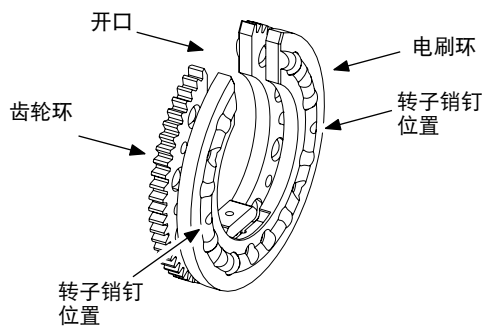

图 39 把转子放在工作台面上
2. 把转子放在清洁干燥的台面上, 转子开口朝上。把齿轮环与电刷环分离到使两个转子销钉脱离的程度。参考图 39。